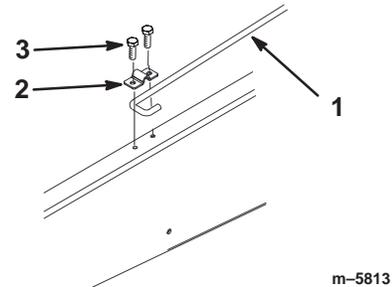

Figure 9
6. Desserrez le boulon de fixation de l'attache de la béquille jusqu'à ce que vous puissiez faire passer l'extrémité en J de la béquille sous l'attache (Fig. 9).
7. Serrez le boulon et fixez l'autre côté de l'attache avec un boulon neuf (5/16 x 3/4") (Fig. 9).